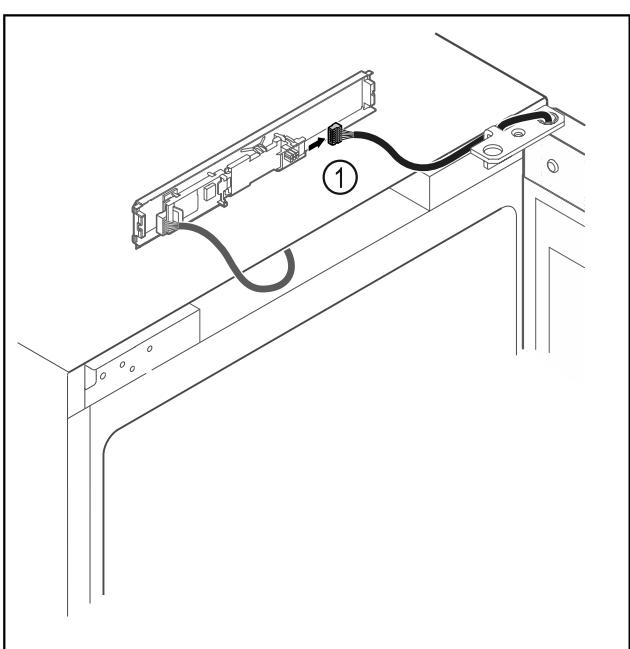

Fig. 18
- Desenchufar el conector *Fig. 18 (1)* de la platina.